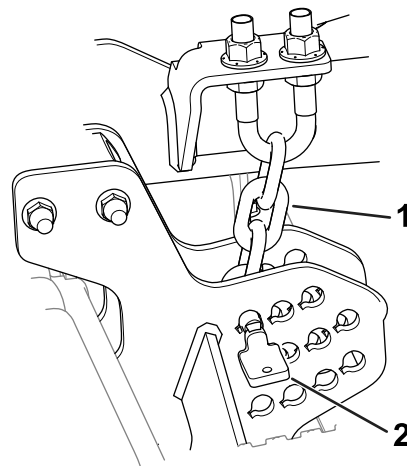

Figura 10
1. Retire los pasadores que fijan las cadenas de altura de corte en la parte trasera de la unidad de corte (Figura 10).
El pasador debe instalarse en el eslabón inferior de la cadena de altura de corte. La cadena (Figura 10) no debe estar torcida.